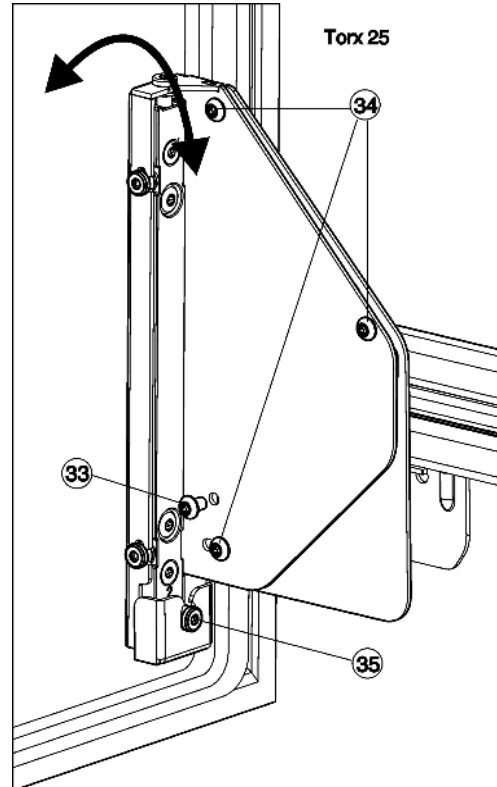

Fig. 22
- ▶ De schroef Fig. 22 (33) volledig eruit schroeven.
- ▷ De schroef Fig. 22 (33) opruimen, hij is niet langer nodig.
- ▶ Schroeven Fig. 22 (34) met 1 à 2 slagen alleen losdraaien.
- ▶ Stelschroef Fig. 22 (35) draaien. Rechtsom: de deur helt boven van het apparaat weg. Linksom: de deur helt boven naar het apparaat toe en onder van het apparaat weg.
- ▶ Nadat de hoek versteld is alle schroeven Fig. 22 (34) weer stevig vastdraaien.